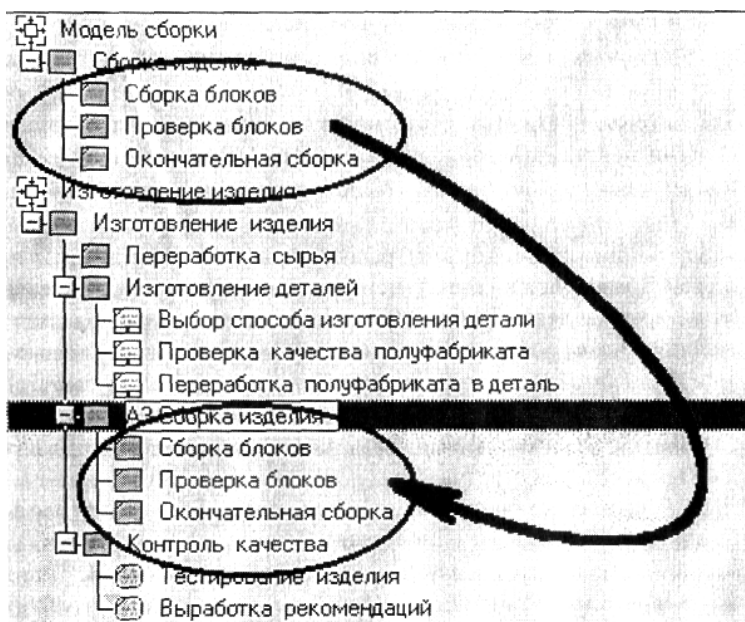

Рис. 73. Вид моделей в **Model Explorer** после слияния. Выделены: модель-источник и присоединенная ветвь модели-цели
- стрелки, касающиеся работы на диаграмме модели-цели, автоматически не мигрируют в декомпозицию, а отображаются как неразрешенные. Их следует тоннелировать вручную. На рис. 73 показано, как выглядят модели в окне Model Explorer после слияния.